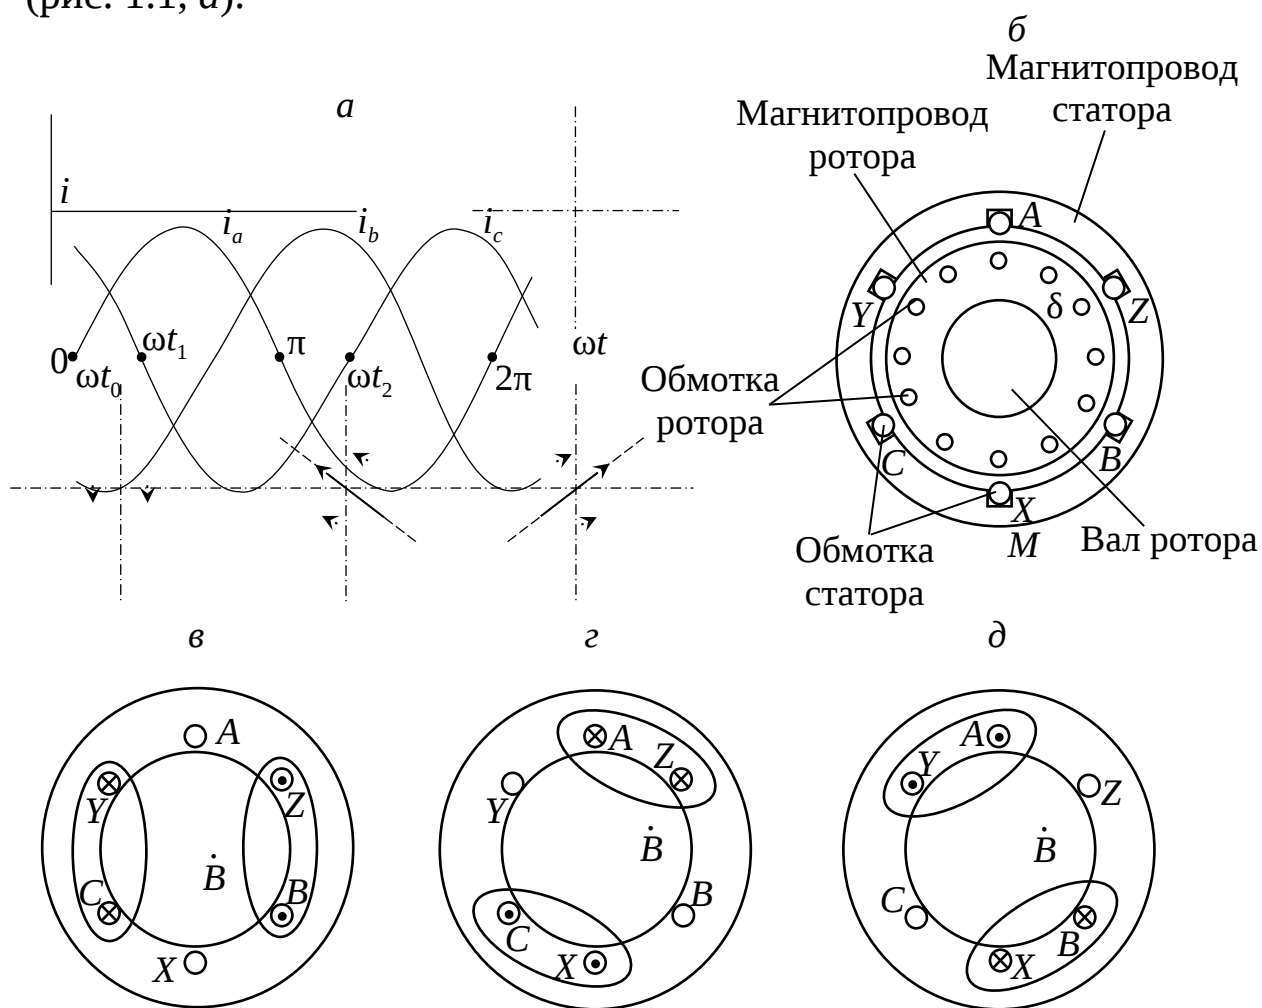

Рис. 1.1. К принципу получения вращающегося магнитного поля
токи, мгновенные значения которых равны соответственно i_a , i_b , i_c (рис. 1.1, а).
На рис. 1.1, б показана электромагнитная схема асинхронной машины. Для наглядности изложения фазные обмотки статора показаны в сечении сосредоточенными, состоящими из одного витка. А, В, С обозначают начала фаз; X, Y, Z – концы фаз. На рис. 1.1, в, г, д показан только магнитопровод статора с обмотками. Условимся положительное мгновенное значение тока в проводниках обмотки статора обозначать \otimes , отрицательное – \odot .
В момент времени $t = 0$, $\omega t = \omega t_0$ (см. рис. 1.1, в) ток в фазе А $i_a = 0$, в фазе В ток i_b имеет отрицательное значение, что отмечено в проводе В знаком \odot , соответственно в проводе Y – \otimes . В соответствии с законом электромагнитной индукции вокруг проводников В и Y наводится магнитное поле, направление которого можно определить по правилу правоходного винта (см. рис. 1.1, в). Ток в проводнике С имеет положительное значение, что отмечено на рис. 1.1, в знаком \otimes , а в
проводнике Z – отрицательное значение, отмеченное \ominus . Магнитное поле в воздушном зазоре АД можно представить результирующим вектором магнитной индукции B , направленным, как показано на рис. 1.1, в.
1.1, а (при частоте тока сети $f = 50$ Гц, с), ток в проводнике A имеет положительное значение, что обозначено на рис. 1.1, г знаком \otimes , в проводнике X ток отрицателен – \ominus . В проводниках B и Y ток i_b равен 0. В проводнике C ток отрицателен – \ominus , в проводнике Z – положителен – \otimes . Результирующий вектор магнитной индукции B , показанный на рис. 1.1, г, повернулся относительно своего положения на рис. 1.1, в на угол $\frac{2\pi}{3}$ по часовой стрелке.
По истечении времени $\frac{2}{3}T$, $\omega t = \omega t_2$, картину, представленную на рис. 1.1, д, можно описать следующей системой:
$i_c = i_z = 0$, в фазе $C-Z$ ток отсутствует. Вектор магнитной индукции B на рис. 1.1, д повернут относительно своего положения на рис. 1.1, г
Очевидно, что по истечении времени, соответствующего периоду сети T , вектор магнитной индукции B займёт положение, показанное на рис. 1.1, в, совершив один полный оборот за один период. За одну секунду вектор \dot{B} сделает f оборотов, при частоте сети 50 Гц – 50 оборотов, или за 1 минуту $60f = 60 \cdot 50 = 3000$ об/мин. Если статор двигателя имеет не одну пару полюсов – p , а более, скорость вращения магнитного поля статора